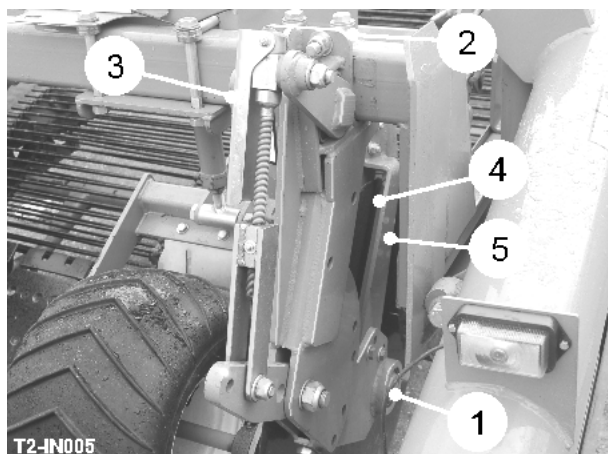

Fig 5
Sur travail de la ligne, le moissonneur est équipé avec quatre coulters du disque (item 1, fig 5). Sur travail du lit de la largeur plein, le moissonneur est équipé avec deux coulters du disque. Les disques courus sur l'un et l'autre latéral de la corniche, coupe et raie l'haulm et jette devant le whilst des parts contenir la corniche en même temps et le nourrir sur les parts sur le tissu de l'excavateur.
Pour mettre le coulter du disque rament la largeur de largeur / coupant, publiez la pince verrouille (item 2, fig 5) et glisse l'assemblée du disque le long de la poutre de pont à la place exigée. Quand a mis correctement les disques devraient être approximativement 20mm libre du bord des lames de la part. Pour mettre la profondeur du coulter du disque, tournez le manche de la mise au point (item 3, fig 5) qui aussi augmente la charge du printemps sur le disque. Les coulters du disque sont chacun allés avec deux racloirs (item 4 & 5, fig 5). Ceux-ci devraient être mis comme près du disque comme possible sans le commettre une faute contre.